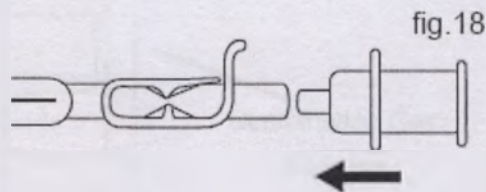

fig. 18
3. Вставьте во входную трубку мешка мундштук (Рис. 18).